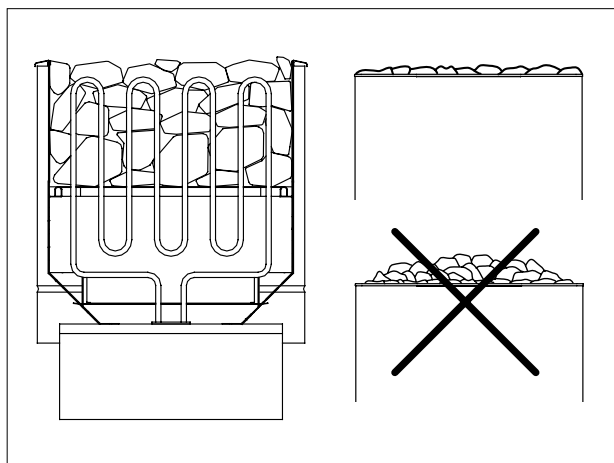

Abb. 7.
- Die Steine müssen die Heizwiderstände vollkommen bedecken (Abb. 7).